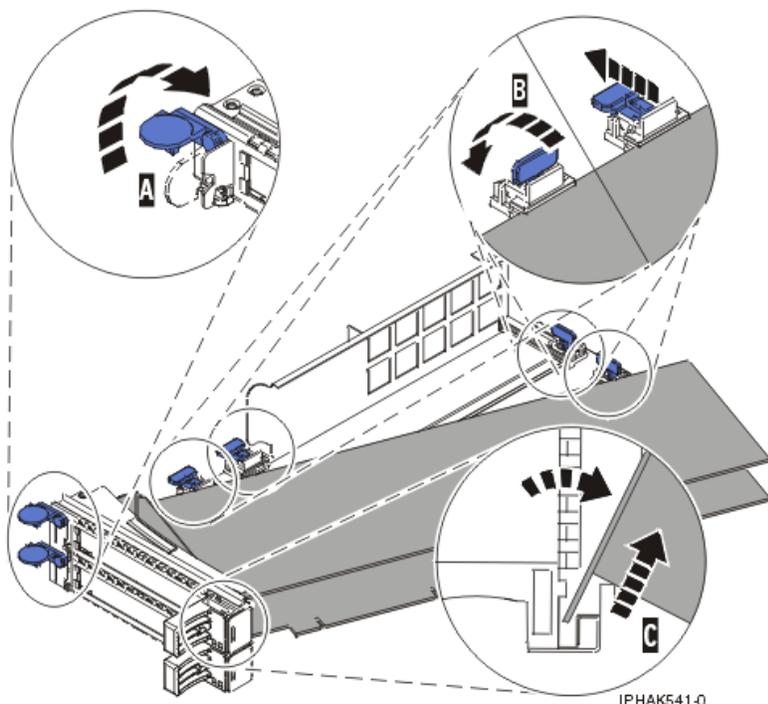
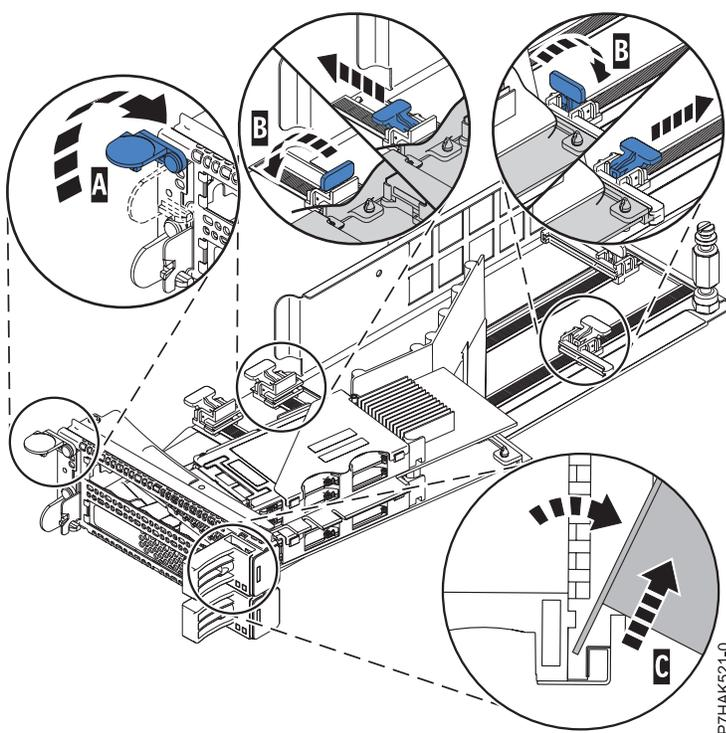

Figure 141. Retrait de la carte de la cassette de cartes PCI
Figure 142. Retrait de la carte PCIe RAID et SSD SAS de la cassette de cartes PCI
- d. Dévissez le pivot (C) et placez-le en lieu sûr
- a. Déverrouillez les crochets de retenue (B) de l'adaptateur en faisant pivoter les pattes de retenue (A) pour les mettre en position horizontale. Voir figure 141, à la page 161. Si vous retirez une carte PCIe RAID et SSD SAS, voir figure 142, à la page 161.